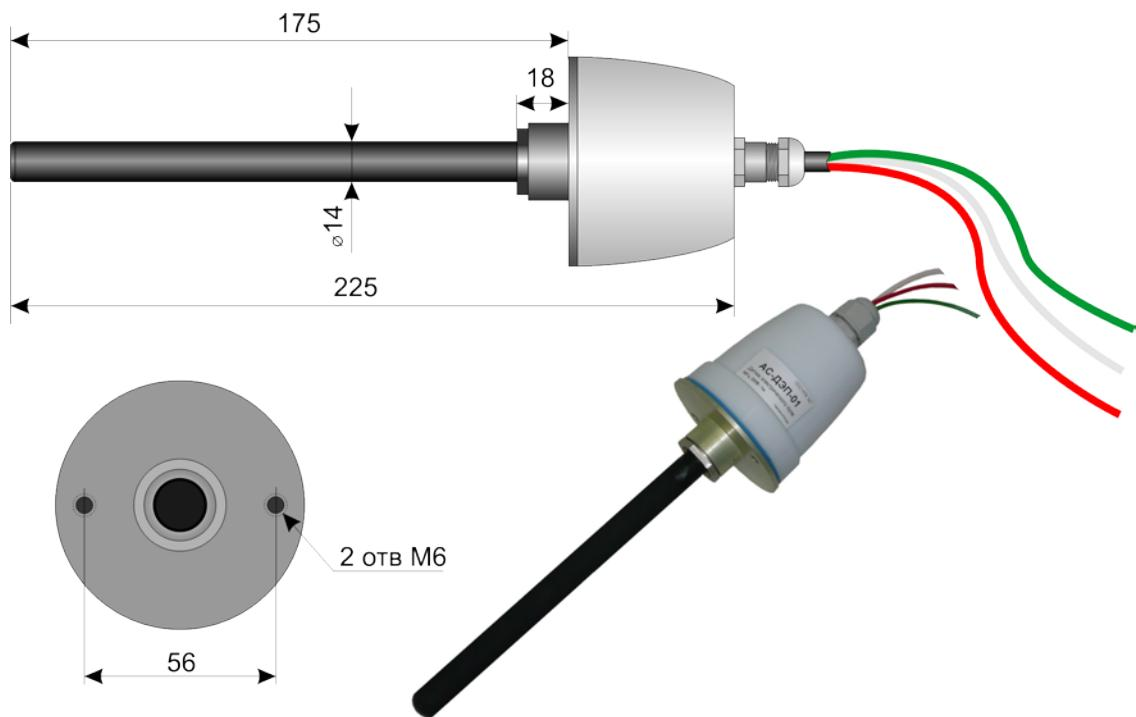

Рис. 8
6.9. Датчик электрического поля, Рис.8, реагирует на электрическое поле, наводимое электросетями переменного тока 50Гц, выдавая сигналы запрета при превышении напряженностью поля заданной величины.